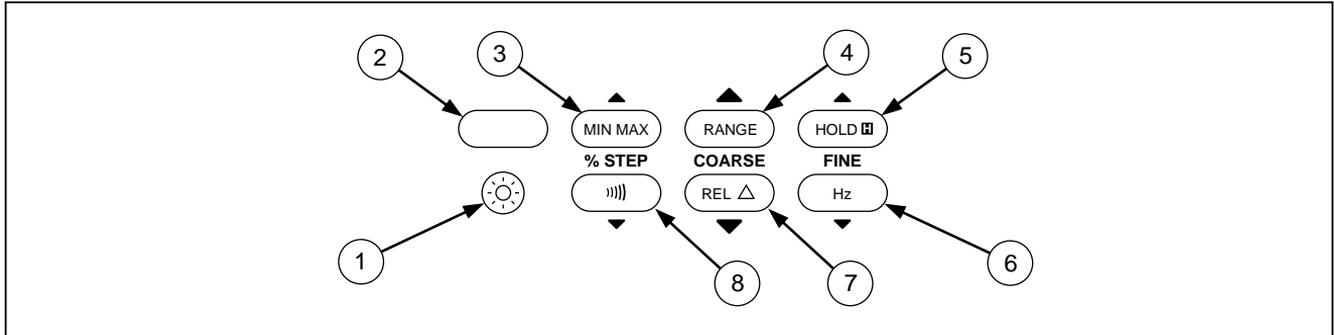

**Figure 3. Positions du commutateur rotatif pour sortie mA**
- La figure 3 et le tableau 4 décrivent les fonctions de sortie obtenues avec les deux dernières positions du commutateur.